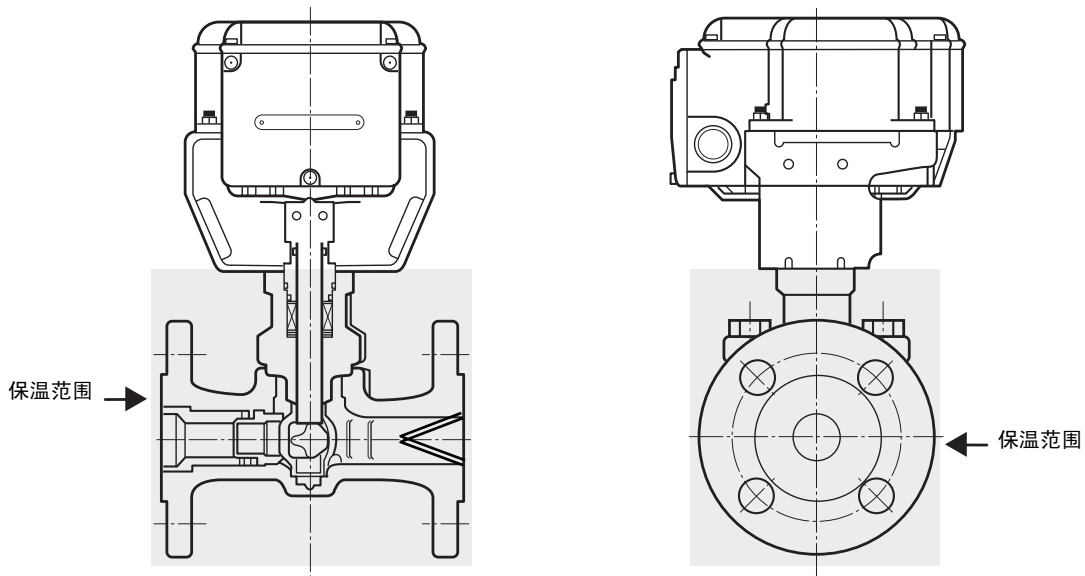

图 4 保温材料
- 4) 不得在执行器以及连接支架上使用保温材料。如有必要, 只可将保温材料用于图 4 灰色阴影范围内的区域。